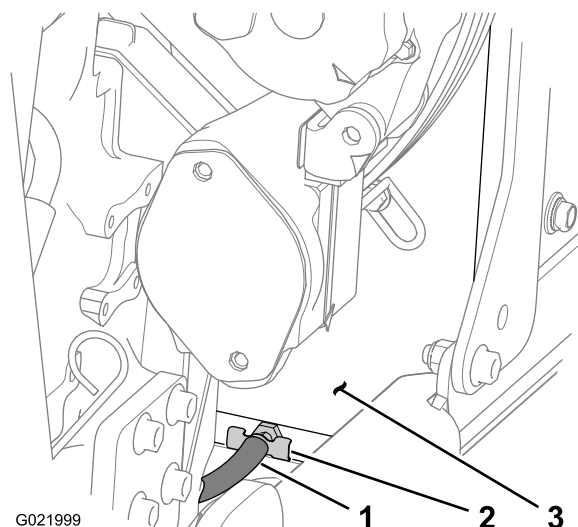

Рисунок 80
3. Установите сливной поддон с минимальной емкостью 20 л (5,3 галлона) под открытый конец сливного шланга (Рисунок 80).
5. Закройте сливной кран (Рисунок 80).
- F. Откройте сливной кран и слейте чистящий раствор в сливной поддон (Рисунок 80).
- E. Откройте сливной кран (Рисунок 80) и слейте воду в сливной поддон.